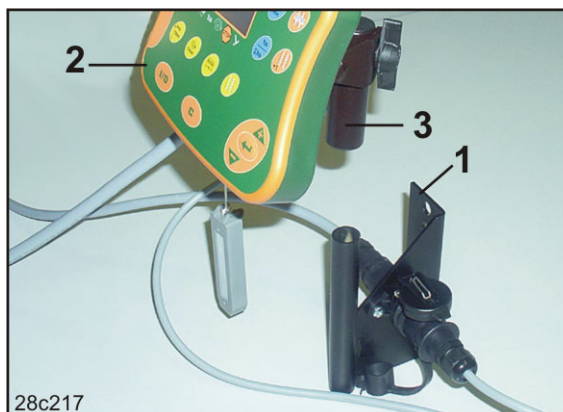

Рис. 11
1. Привинтите консоль (Рис. 11/1) в свободном от вибраций и оснащенном электропроводкой месте кабины трактора справа от водителя – в зоне с хорошим обзором и удобным доступом к терминалу (Рис. 11/2).
2. Оборудуйте терминал управления сопряженной деталью (Рис. 11/3).